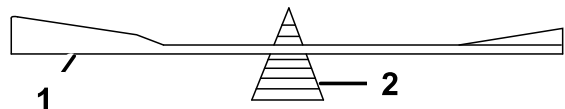

Figura 84
2. Verifique o equilíbrio da lâmina colocando-a num equilibrador de lâminas (Figura 84).